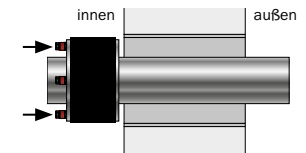
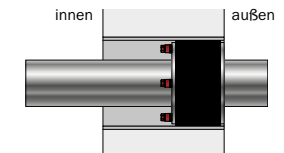

Bild 3
Bild 4
2. **KRASO® Dichteinsatz** über das durchzuführende Rohr oder Kabel schieben (Bild 3) und bündig zur Wasserseite in die Kernbohrung oder das Futterrohr schieben (Bild 4).